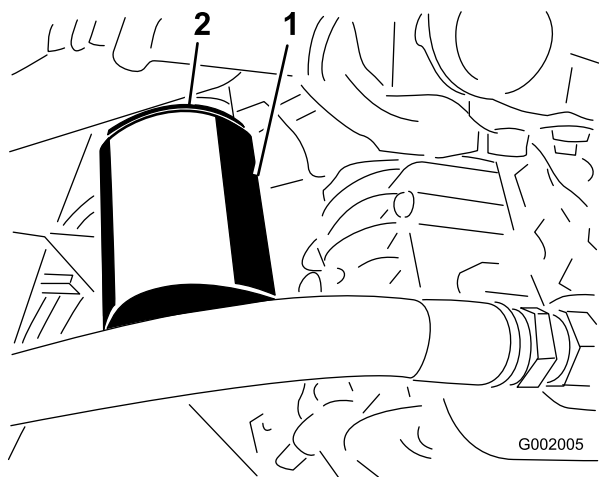

Figura 69
4. Togliete il filtro (Figura 69).